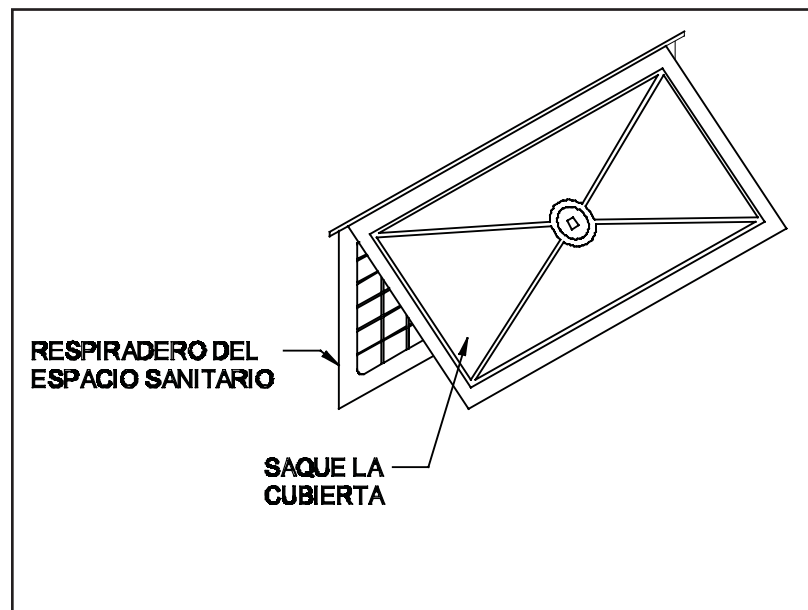
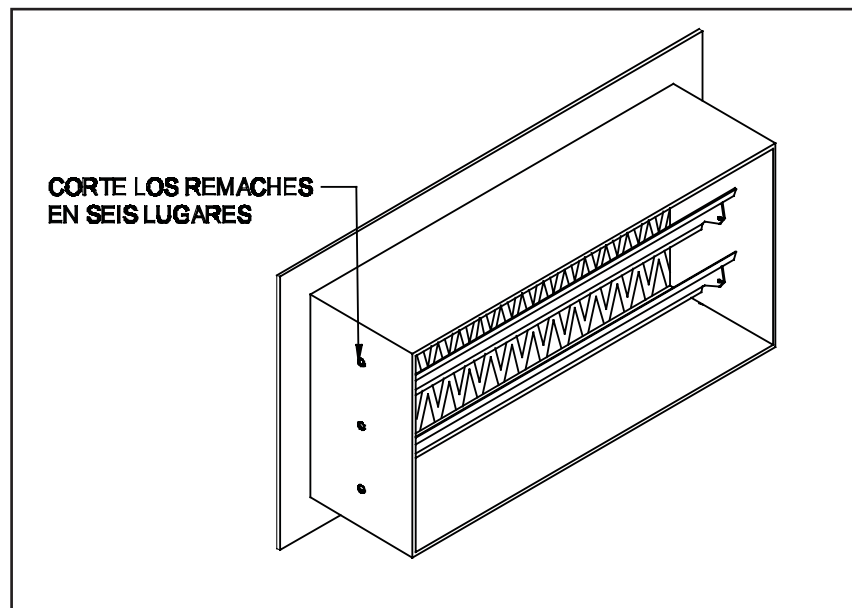

Figura 1
Figura 2
1. Saque toda puerta de cobertura manual en el respiradero del espacio sanitario en donde se instalará la unidad. (Ver Figura 1) Si se usan respiraderos automáticos de plástico, saque las paletas de oclusión antes de instalar el ventilador contra el respiradero. (Ver Figura 2)